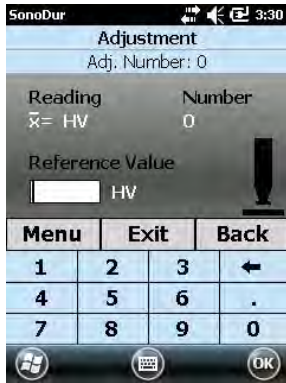

Figura 7.43
- b.) "NO" (Figura 7.38): El valor medio determinado no se utiliza y, por lo tanto, deben registrarse valores de medición (3-5) en el programa de ajuste (Figura 7.43). Solo se mostrará